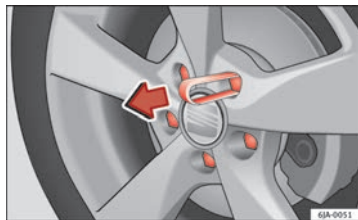

Fig. 120 Rueda: tornillos de la rueda con capuchones
- Encaje la pinza de plástico (herramienta de a bordo) sobre el capuchón hasta que encastre ⇒ fig. 120.